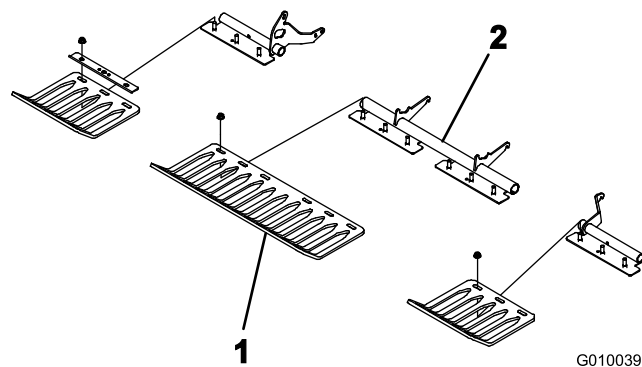

Figura 23
3. Instale provisionalmente los protectores de césped en los soportes de los protectores de césped con 4 abrazaderas y 12 tuercas con arandela prensada (Figura 23). No apriete los herrajes.
Nota: Las abrazaderas de los protectores de césped y las tuercas con arandela prensada se envían sujetos a los soportes de los protectores de césped (Figura 23).